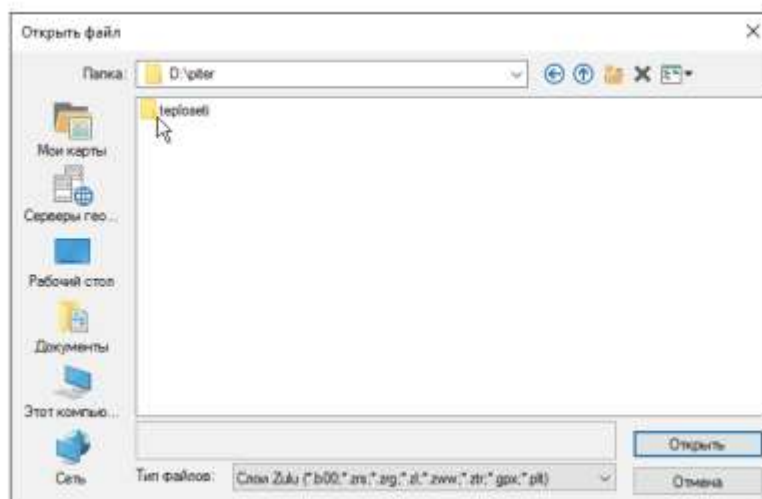

Рисунок 4.1. Диалог выбора слоя
2. Выбрать команду главного меню Слой|Структура слоя или нажать кнопку . На экране появится диалог выбора слоя. (смотрите Рисунок 4.1. «Диалог выбора слоя»).